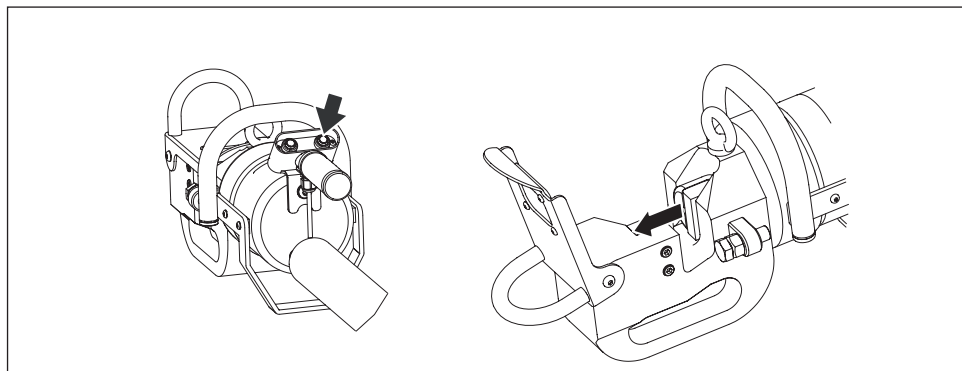

图 11，运行 - 向前/切割
- 按下并按住前进按钮，可使活塞前进并使移动刀片向前滑动。参见图 11。